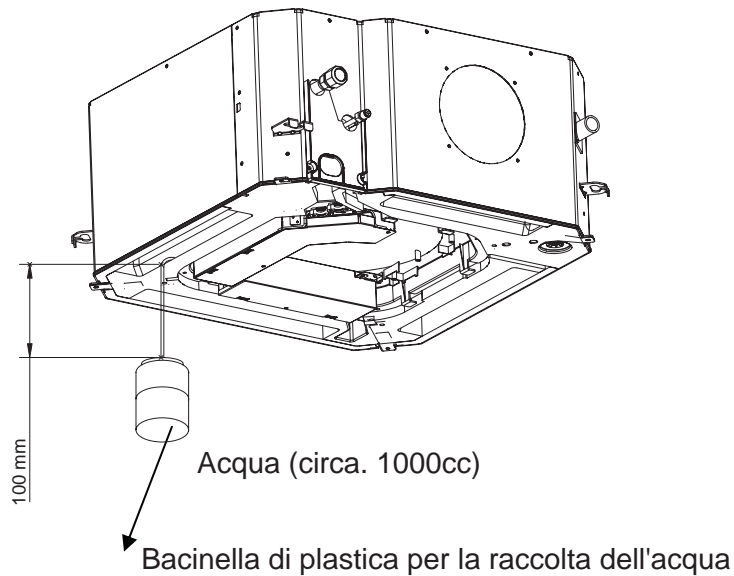

Fig.12
3. Versare lentamente circa 1.000 cc d'acqua nella bacinella di drenaggio (Fig.12).